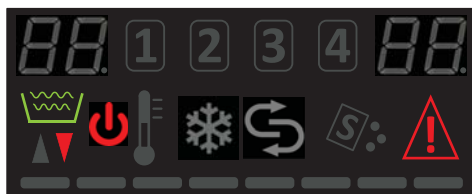

Abb. 19
- Entnehmen Sie die eventuell vorhandenen Oberflächenfilter und reinigen Sie diese mit einer Bürste unter fließendem Wasser (siehe Abb. 19).